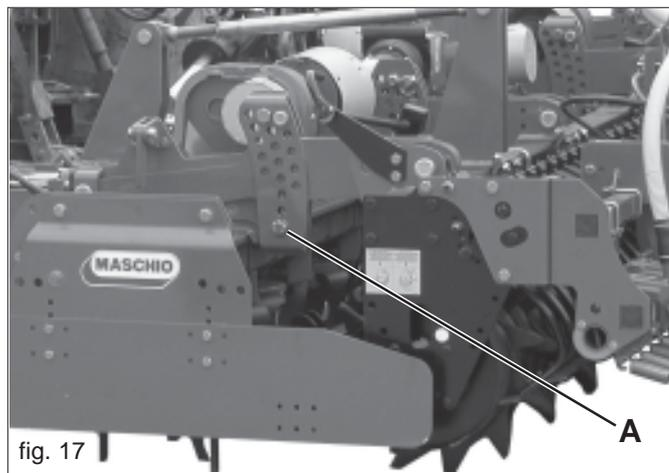

fig. 17
Avant d'effectuer la procédure de fermeture, vérifier que les pivots (A) de fin de course inférieur et des rouleaux arrière de la herse rotative sont le plus bas possible comme l'indique la Figure 17.